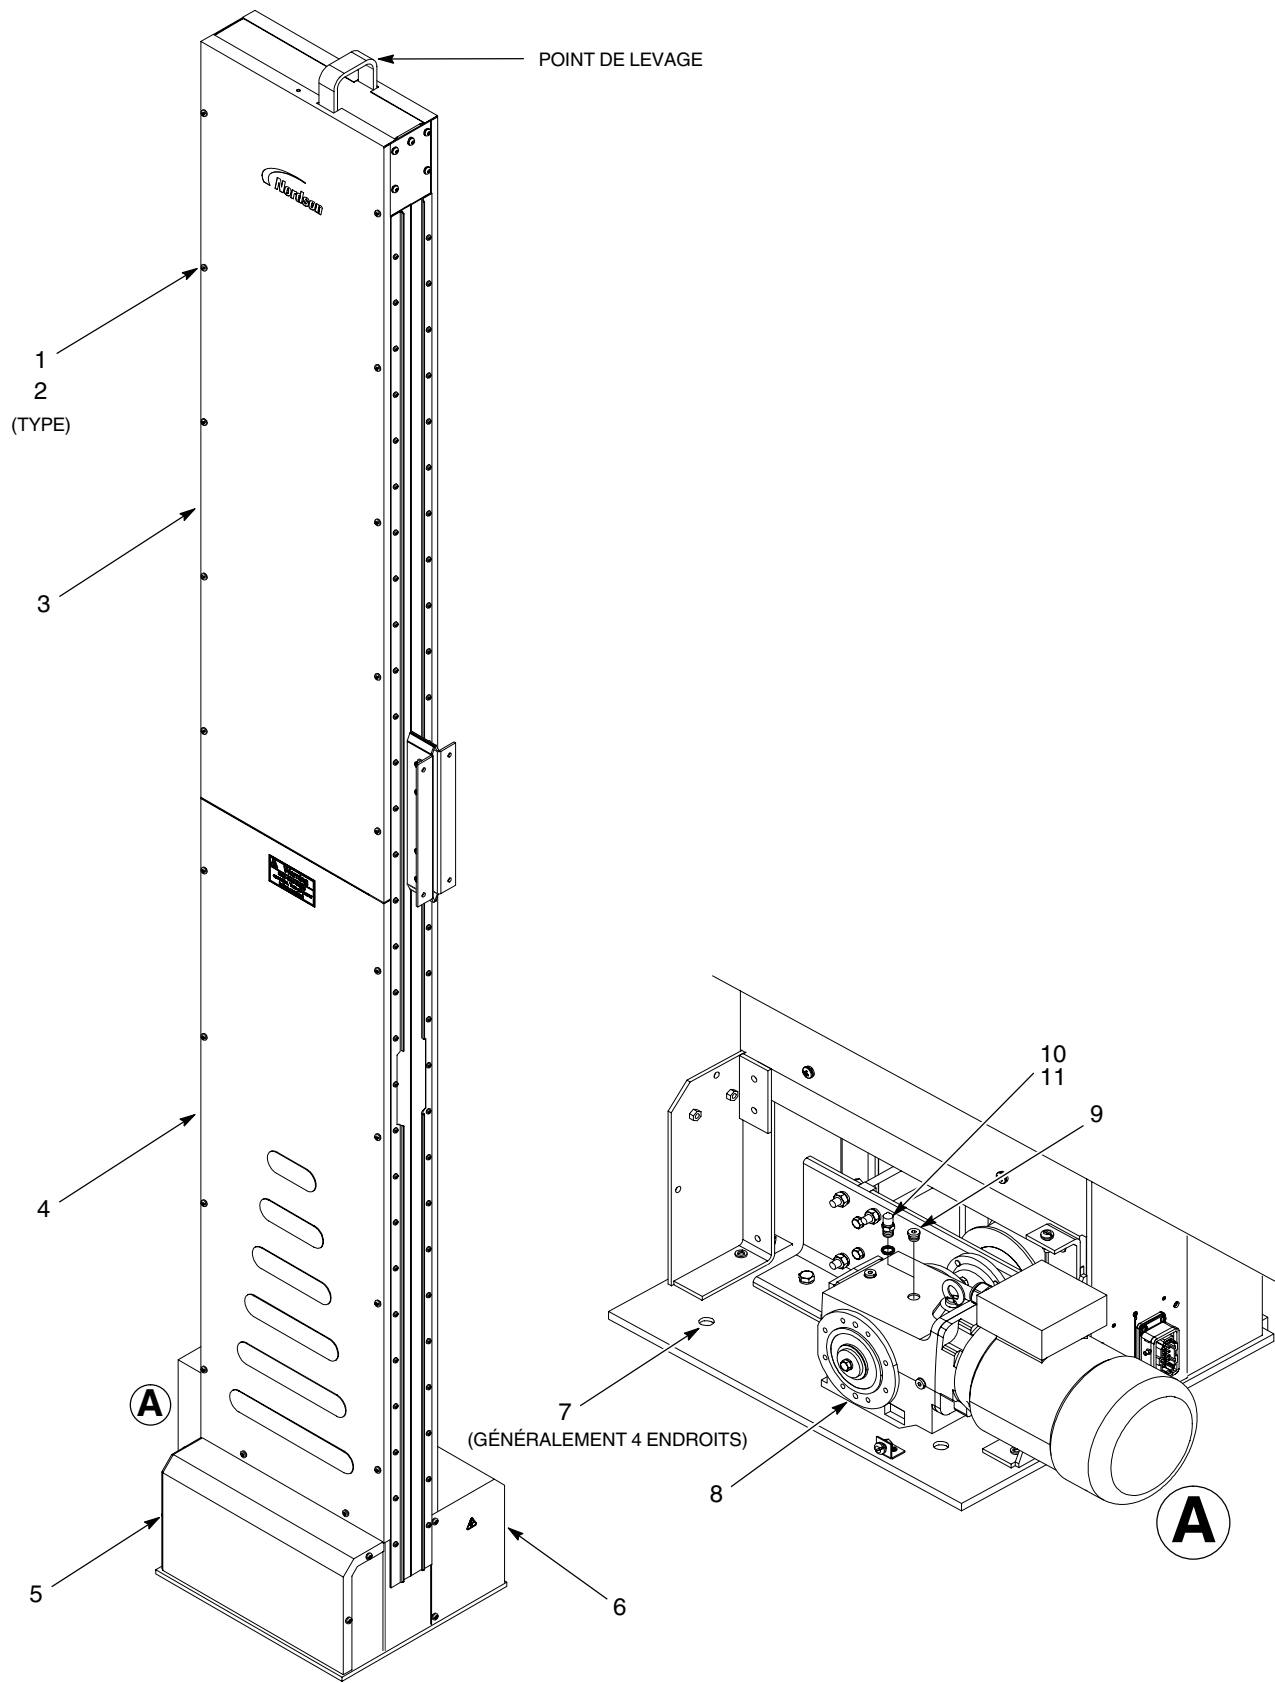

Fig. 4 Installation
1. Voir la figure 4. Retirer les vis (1) et les rondelles (2) qui fixent les panneaux d'accès latéraux (3, 4) du côté codeur du mécanisme de va-et-vient, le capot du codeur (5) et le capot du groupe d'entraînement (6).
4. Retirer le bouchon (9) du motoréducteur (8) comme illustré dans la figure 4.
5. S'assurer que le joint plat (11) est bien en place sur le bouchon de purge (10). Monter le bouchon de purge dans le groupe d'entraînement et le serrer fermement.